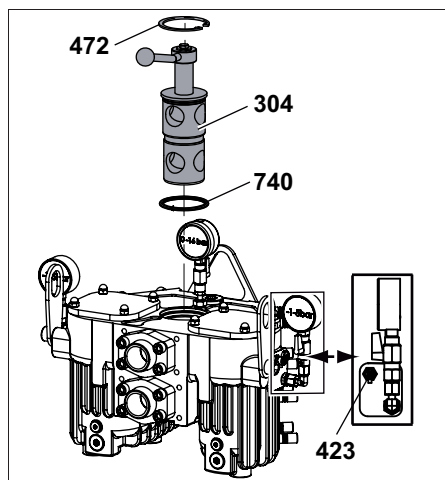

Рис. 3. Общий вид
3. Снять предохранительное кольцо 472 и демонтировать пробку крана 304, см. рис. 3.